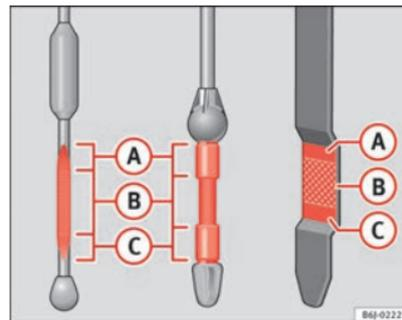

Abb. 136 Ölmesstab
- Den Messstab anschließend wieder herausziehen und den Ölstand ablesen ⇒ Abb. 136. Füllen Sie gegebenenfalls Motoröl nach.